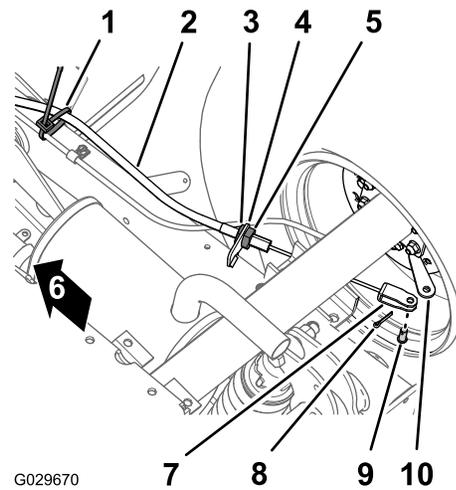

图 41
1. 在机器的底部取下将手刹拉索固定至行车制动拉索上的扎带图 41。
2. 在手刹拉索前锁紧螺母上标记一个旋转条纹图 41。
3. 松开后锁紧螺母然后从刹车拉索支架上取下拉索图 41。
4. 卸下将手刹拉索 U 形销固定至刹车制动杆上的开口销和柱销将拉索与制动杆分开图 41。
1. 将手刹拉索的螺纹调节器放置到刹车拉索支架并将 U 形销放置到刹车制动杆上图 41。
3. 将手刹拉索的螺纹调节器与刹车拉索支架对齐然后拧紧后锁紧螺母图 41。